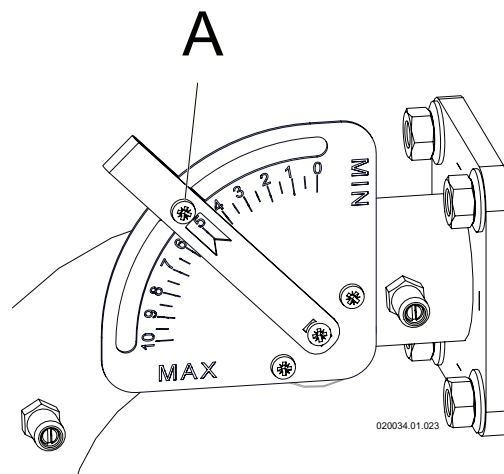

Figura 6-5 - Regolatore CO₂ alla massima potenza
8. - Se il valore misurato si discosta dal valore letto, occorre riportarlo all'interno del valore dato nella tabella di Figura 6-3. Operare sul regolatore di CO₂ alla potenza massima ("A" di Figura 6-5).
9. - Una volta terminato il controllo sigillare con vernice rossa o sistema equivalente la vite "A" del regolatore CO₂ (Figura 6-5) per scoraggiarne la manomissione;